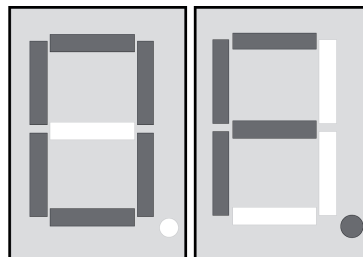

Bild 7: Anzeige **OF** – „Overflow“
- i** Vorgang abbrechen: Beide Tasten ▲ und ▼ (12) drücken, bis der rechte Dezimalpunkt in der Anzeige erlischt.
- i** Wenn alle 100 Speicherplätze belegt sind, zeigt die Anzeige **OF** (Bild 7).